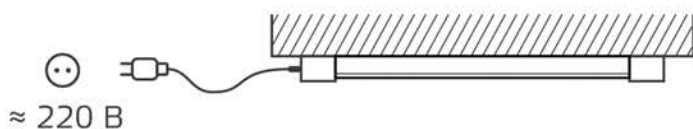

Рис. 1. Подключение к источнику питания
- Перед установкой закрепите светильник на поверхности с помощью крепежных элементов и подключите к источнику питания через соответствующий разъем (рис. 1);